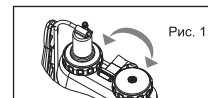

Рис. 1
- демонтируйте рычаг (65), шатун (66) и вал (62), удалив все шпильки, шайбы и оси, фиксирующие данные узлы;
- переставьте местами узел насоса вместе с крышкой (74) и сетчатый фильтр с крышкой заливной горловины (48) (Рис.1);